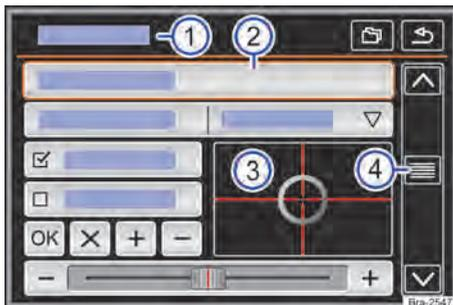

Fig. 116 Representação esquemática: vista geral das possíveis superfícies de função no display.
O aparelho está equipado com um touchscreen (tela de toque) → Fig. 116 ③.
As superfícies de função iniciam funções ou abrem outros submenus. Em submenus é indicado, na linha do título, o menu atualmente selecionado → Fig. 116 ①.